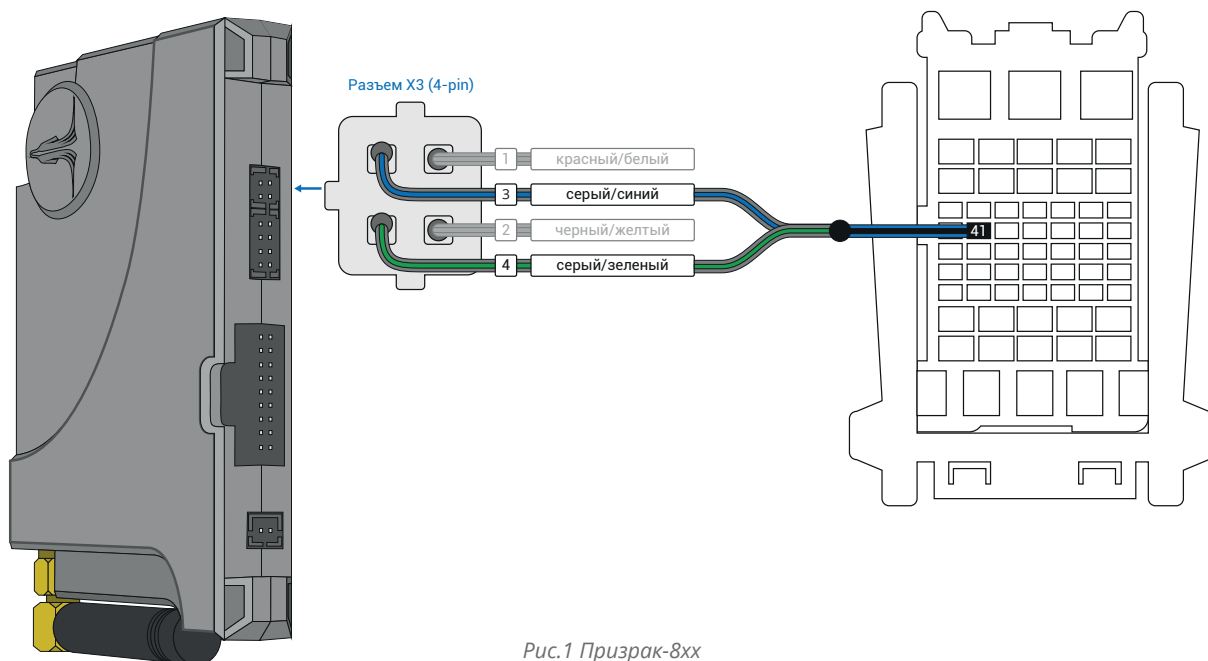
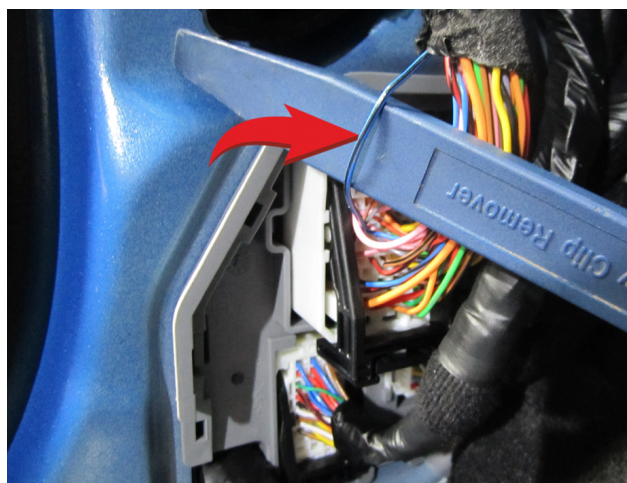

Рис.1 Призрак-8xx
Рис.2 Место подключения (синий/черный провод)
2. Объедините между собой серый/синий провод (контакт №3) и серый/зеленый провод (контакт №4), находящиеся в разъеме X3 (см. рис.1). Подключите их к шине данных а/м: синий/черный провод (контакт №41) в разъеме за левой кик панелью (см. рис. 2).